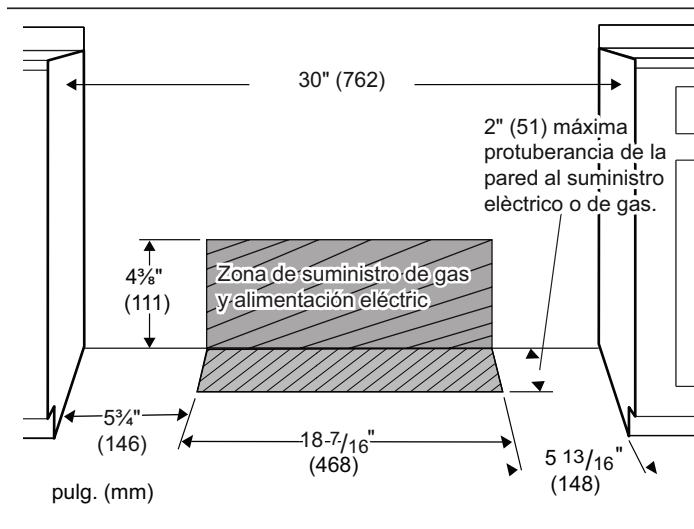

Figura 4: Suministro eléctrico y de gas para las estufas
- El suministro de gas y la alimentación eléctrica deben estar dentro de la zona indicada en la *Figura 4*.